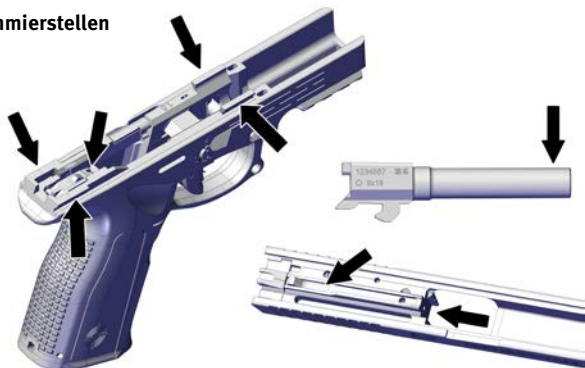

Abb. 26
3. Tragen Sie einen dünnen Film Waffenöl auf die gereinigten Stellen, den Schlagbolzen und am äußeren Laufende wie in Abbildung 26 gezeigt auf.